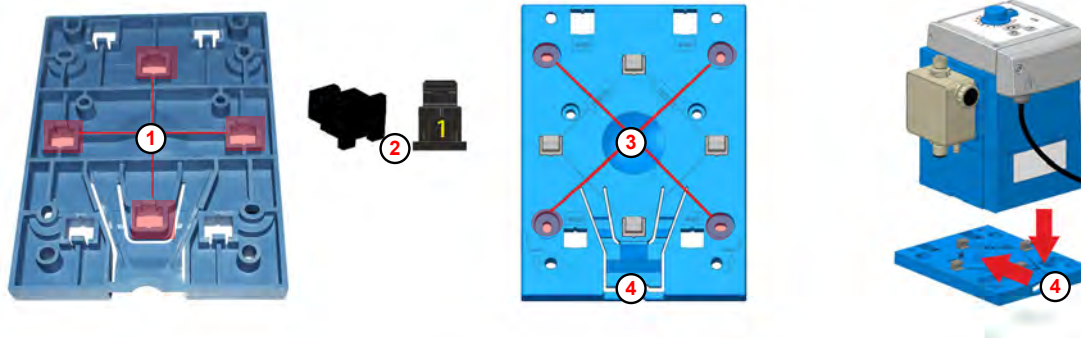

Bild 14: Förberedelser för bordsmonteringen
- ① Öppning (1)
- ② Fästelement
- ③ Borrhål
- ④ Fästlask
På monteringsplattans undersida är öppningarna för bordsmonteringen (Bild 14, ①) märkta med siffran 1.